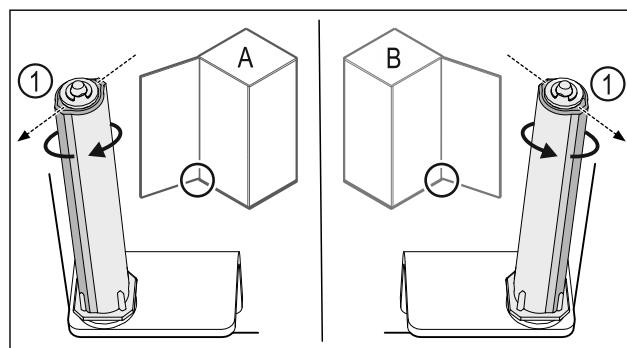

Fig. 46 L'avý doraz (A)/pravý doraz (B)
- ▶ Otáčajte systém zatvárania proti odporu, kým nebude mostík systému zatvárania Fig. 46 (1) ukazovať von.